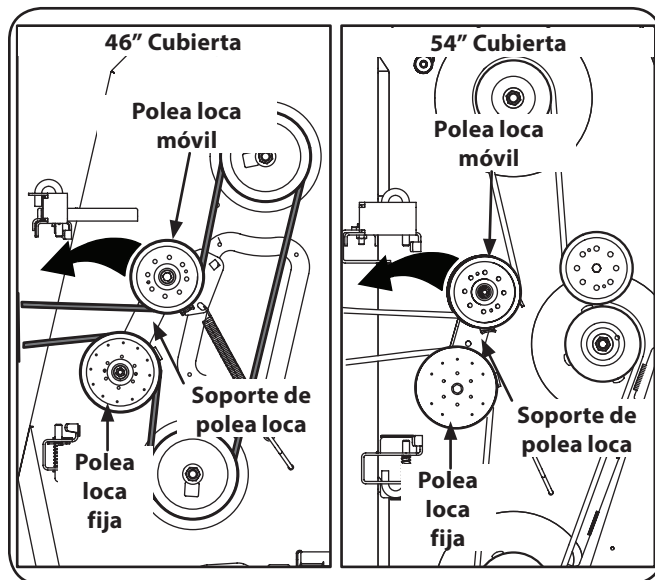

Figura 7-4
2. Desde la parte media del tractor, gire el soporte de polea loca y la polea loca móvil hacia atrás lejos de la parte trasera de la cinta "V" sólo lo suficiente para levantar la cinta hacia arriba y sobre la polea loca. Vea la Figura 7-4.